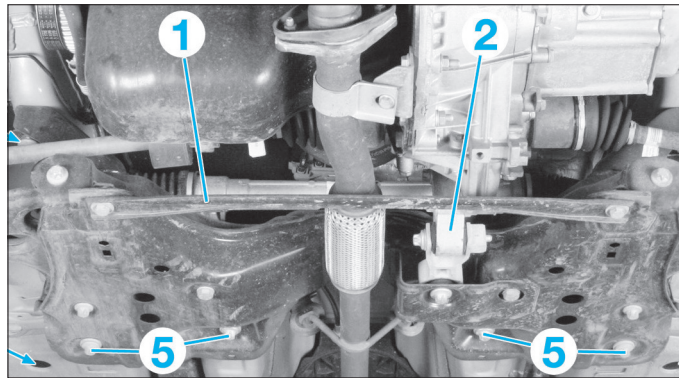
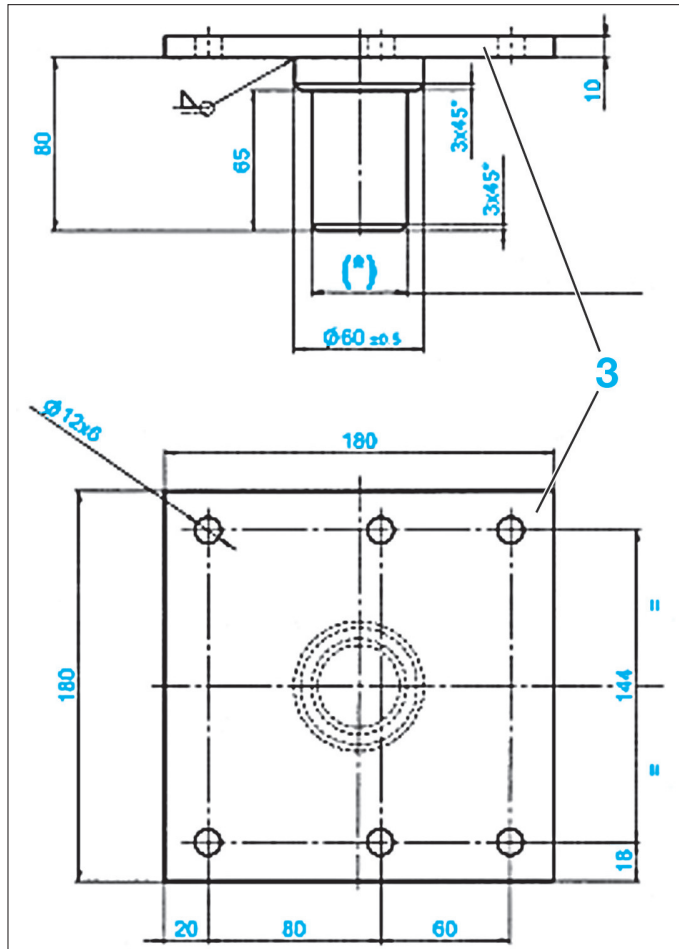

FIG. 8
FIG. 9
- Fabrication de centreurs pour le remontage du berceau (Fig.9).
- le renfort du train avant (1) (Fig.8).
- Réaliser un montage rigide comprenant les centreurs fixes (3) (Fig.9) correspondant aux orifices (4) (Fig.8) pour le soutien et le centrage lors du remontage du berceau.
- Positionner le montage sous le berceau avec les centreurs dans les orifices (4) (Fig.8).
- Déposer les vis de fixation inférieures (5) et de chaque côté (6).
- positionner le berceau correctement à l'aide des centreurs (3) (Fig.9) dans les orifices (4) (Fig.8).